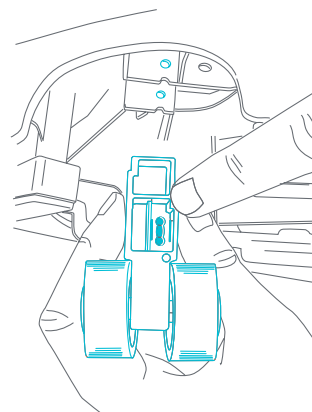

Fig. 16c
**REINSTALAR:** Para volver a colocar las ruedas, invierta los pasos anteriores. Asegúrese de que los orificios de las ruedas estén alineados con el cubo de la base (Fig. 16c).